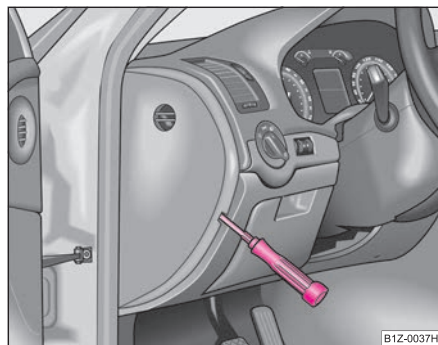

Fig. 217 Capacul suportului de siguranțe: Tabloul de bord, lateral
- Îndepărtați capacul de siguranță de pe lateralul tabloului de bord cu ajutorul unei șurubelnițe ⇒ **fig. 217**, resp. capacul cutiei cu siguranțe din compartimentul motorului ⇒ pagina 288.